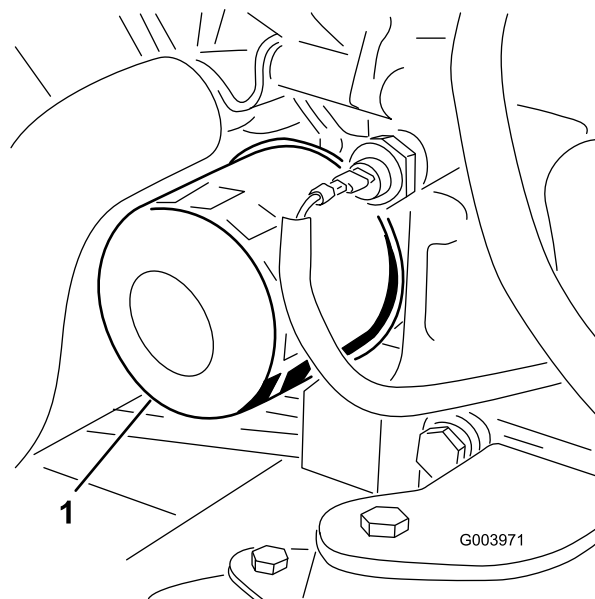

Figura 53
3. Retire o filtro do óleo (Figura 53).